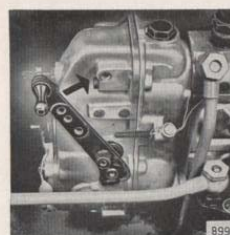

Figure 11
- pousser le levier de variation de régime (Fig. 11) à l'aide de la manette ou de la pédale des gaz dans le sens de la flèche à environ 1/4 de charge;